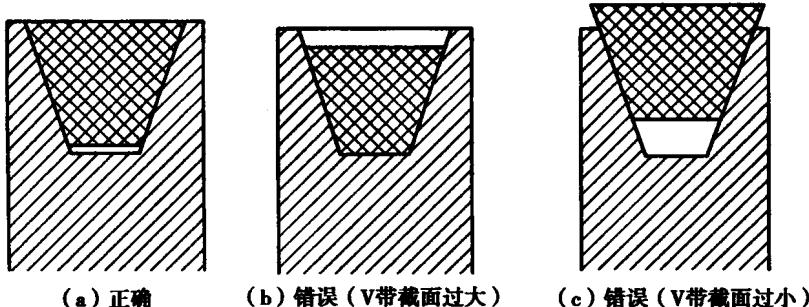

图 1-16 V 带在轮槽中的正确位置
(1) 选用的 V 带型号和基准长度应适当，以保证 V 带在轮槽中处于正确的位置，如图 1-16 (a) 所示。V 带型号选用不当有两种情况，一种是 V 带截面过小，使 V 带底面与轮槽底面接触，由此导致 V 带两侧面接触不良而在轮槽中打滑，如图 1-16 (b) 所示。另一种是 V 带截面过大，使 V 带两侧工作面不能完全与轮槽接触，由此造成 V 带传动的能力降低，如图 1-16 (c) 所示。
(2) 两带轮的轴线应保持平行，主动轮和从动轮的轮槽应在同一平面内。